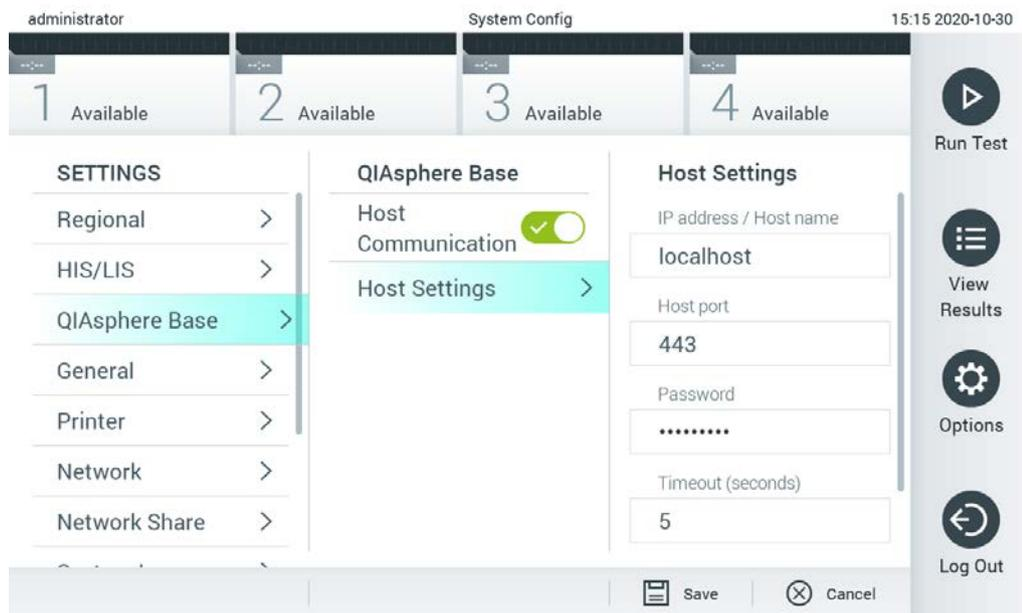

Figura 72. Configurazione della connessione di QIASphere Base
2. Selezionare QIASphere Base dall'elenco delle impostazioni nella colonna di sinistra (Figura 72).